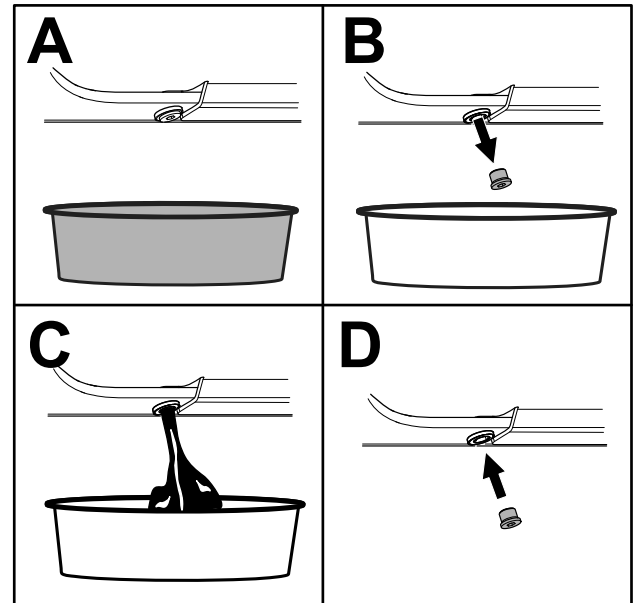

Figura 57
5. Drene el aceite por debajo de la plataforma (Figura 57).